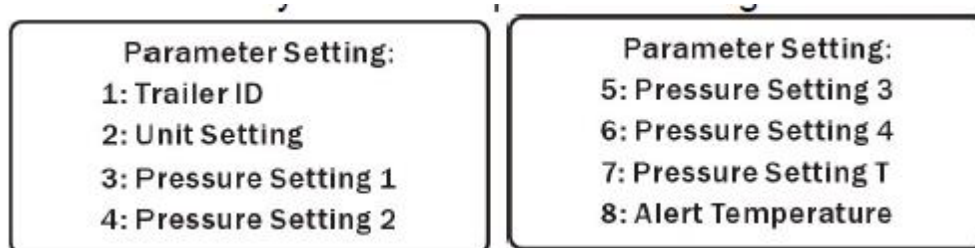

Рис. 8.
Аналогичным образом, через меню **“Alert temperature”** можно задать опасное значение температуры (рис. 8).
6.2 Для схем **“Heavy vehicle”** меню настроек имеет расширенный вид, как показано на рис. 8.